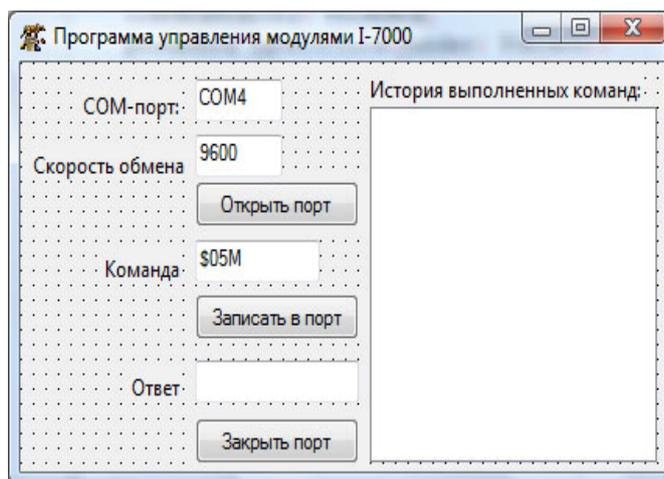

Рис. 32. Экранная форма приложения
2. Измените внешний вид экранной формы приложения (Form1), описанной в модуле «LazarusI7000.pas», так, как показано на рис. 32. Присвойте новые названия компонентам, располагающимся на форме: «COM-порт» - editNumPort; «Скорость обмена» - editSpeed; «Команда» - editCommand; «Ответ» - editAnswer; «Открыть порт» - buttonOpen; «Записать в порт» - buttonWrite; «Закрыть порт» - buttonClose; «История выполненных команд» - memoHistory.